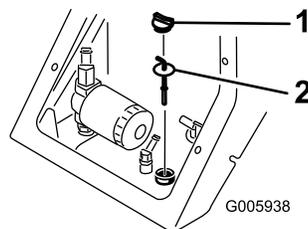

図 40
4. 油圧オイルタンクの注油口の周囲をきれいに拭く 図 40。
5. 油圧タンクの補給管のキャップを外し、ディップスティックで油量を点検する 図 40。